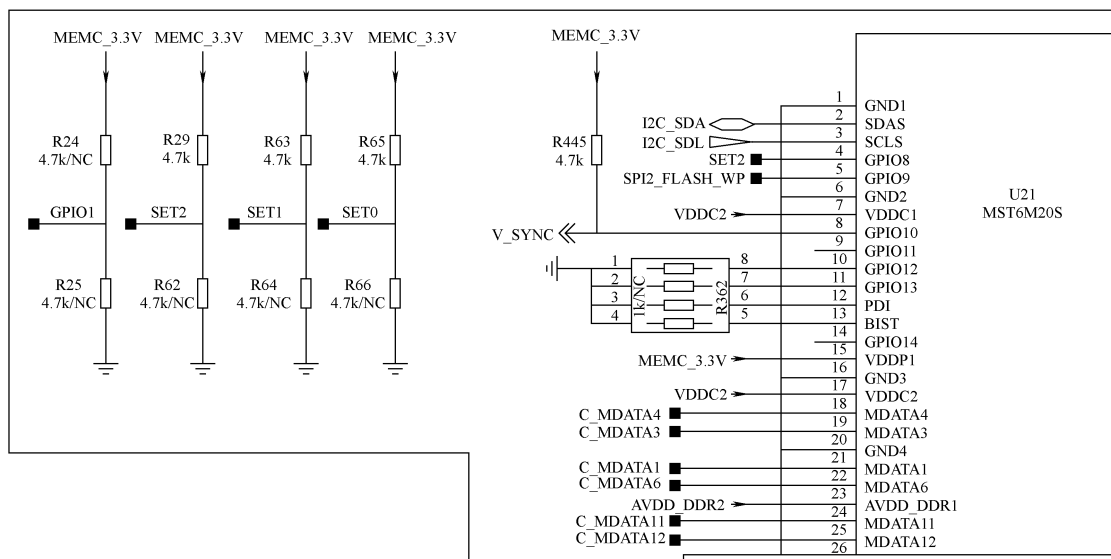

图 6-31 U21④脚至电阻 R29 之间相关电路截图
【附注】U21④脚至电阻 R29 之间相关电路截图如图 6-31 所示。